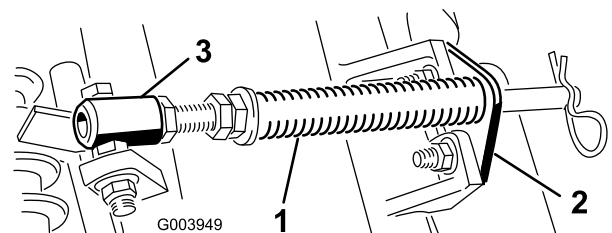

図 10
- A. カッティングユニットのタブにロッドブラケットを固定しているキャリッジボルト2本を外す(図 10)。
- B. スプリングチューブのボルトをキャリアフレームのタブに固定しているフランジナット(図 10)を外し、アセンブリを取り外す。